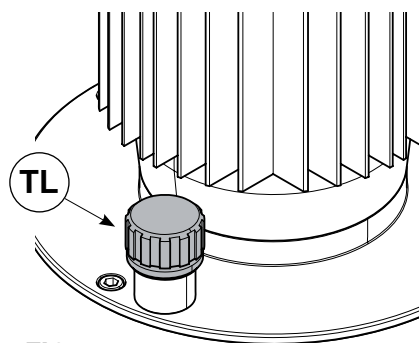

FIG. 2
- Per evitare perdite d'olio durante il trasporto, la pompa viene fornita con un tappo ermetico. Per un corretto funzionamento della pompa, svitare il tappo di trasporto e avvitare a fondo il tappo di lavoro (TL) (Fig. 2) color arancione provvisto di astina per la verifica del livello dell'olio.
- Controllare che la tensione di rete corrisponda a quella di targa quindi collegare la spina di alimentazione: si illuminerà l'interruttore generale (IG) indicando la presenza di energia elettrica. **La pompa deve essere allacciata esclusivamente a prese elettriche complete di contatto di terra.**